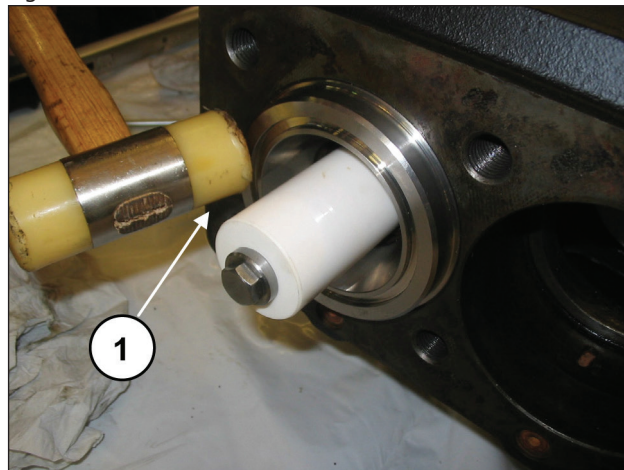
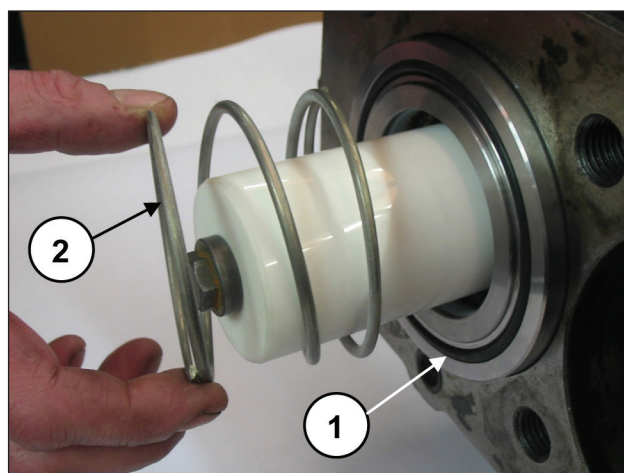

Fig. 186
Fig. 187
Assicurarsi che il blocco camicia-supporto arrivi a posizionarsi correttamente fino a fondo sede (pos. ①, Fig. 186); montare ora l'O-ring frontale della camicia e la molla (pos. ①②, Fig. 187).